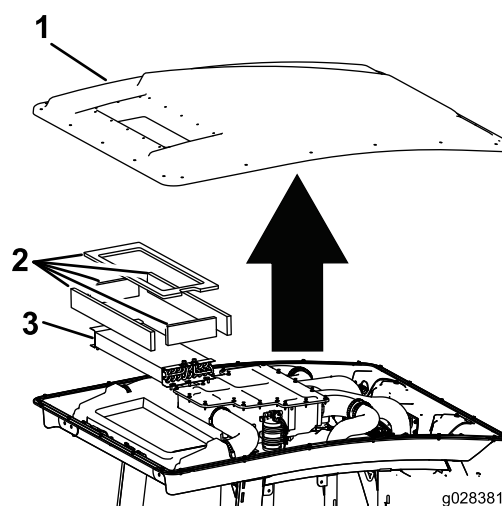

Figura 55
3. Retire o teto da cabina removendo os 22 parafusos que prendem o teto (Figura 55).
4. Retire os filtros (Figura 55).
5. Retire e limpe as serpentinas do ar condicionado (Figura 55).